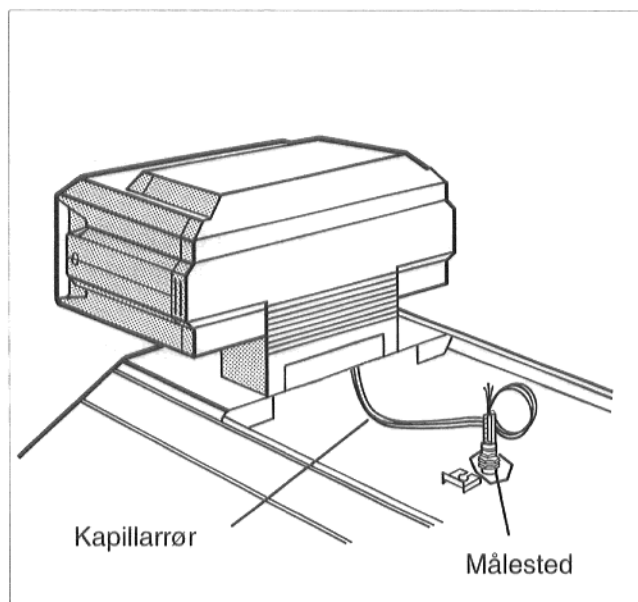

Fig. 18
- Kapillarrør (Fig. 18) fra temperaturføler og – ved "Ecomatic"-regulering – kedelvandstemperaturfølerledning på kedelblokkens isolering føres hen til målestedet.